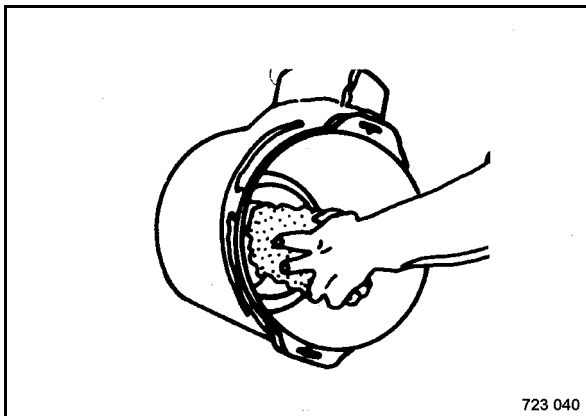

рис. 53
- Тщательно очистить внутреннюю часть выпускной трубы (рис. 53) и корпуса воздушного фильтра.